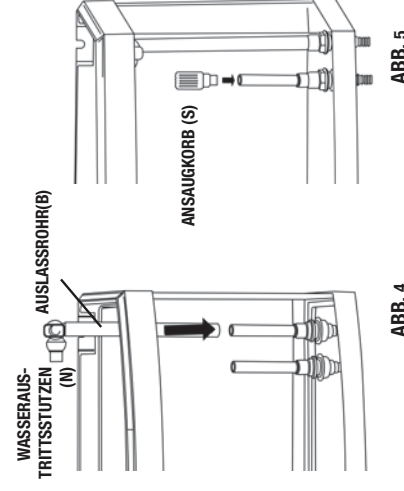

ABB. 5
4. Schieben Sie das Einlassrohr (S) auf das Verbindungsrohr (A) (Abb. 5).